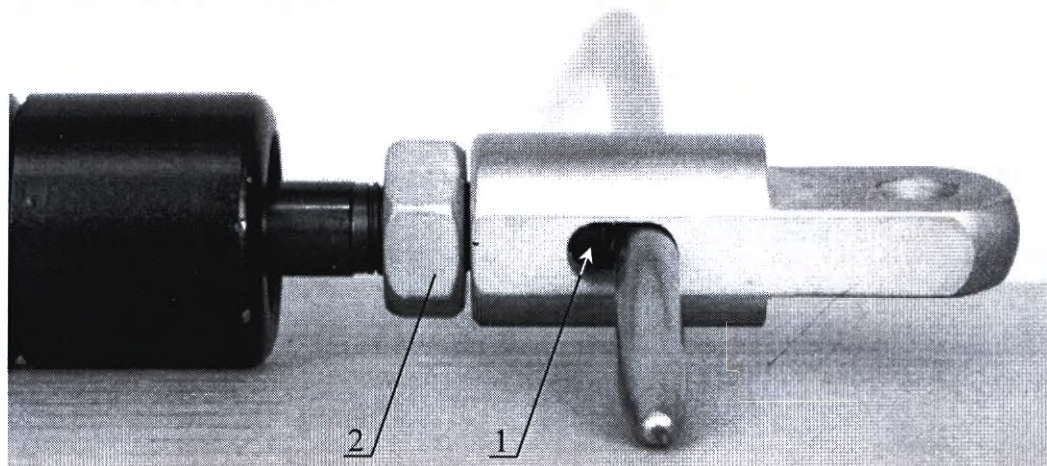

Рисунок 12. Регулировка газовых пружин.
12.3.2 Вставьте пруток $\varnothing 5$ в паз пружины (Рисунок 12) и вверните головку до соприкосновения с фиксатором пружины 1, затяните гайку 2.